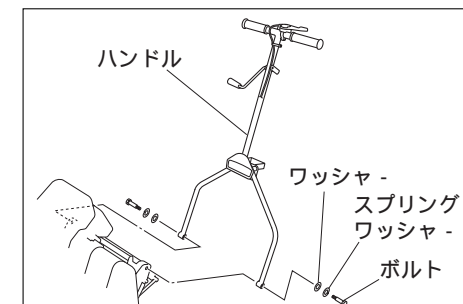

図2
2. 組み立てたハンドルを付属のボルト、スプリングワッシャー、ワッシャーを使用してフレームに取り付けてください。(図2)